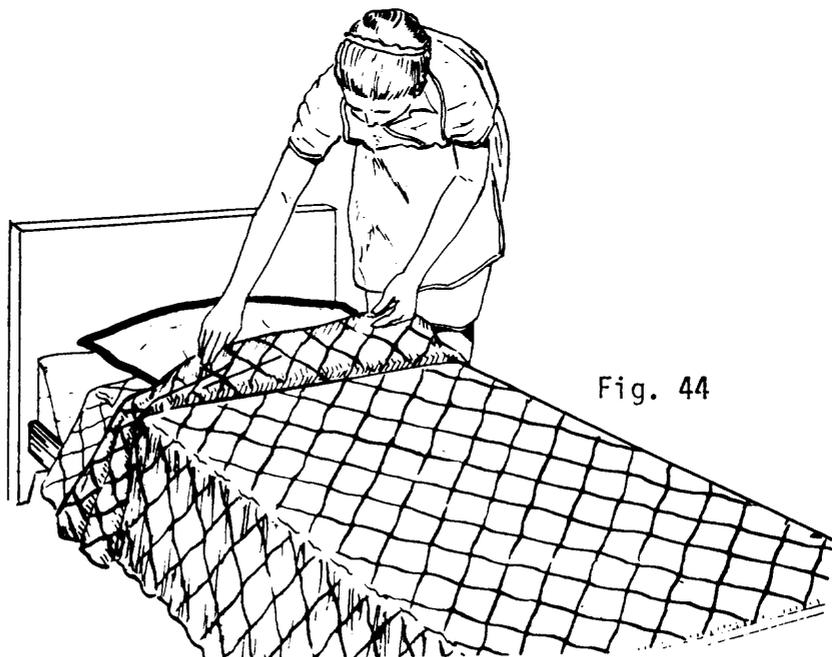

Fig. 44
- h Vuelva el cubrecama sobre la almohada, cubriéndola (fig. 44).